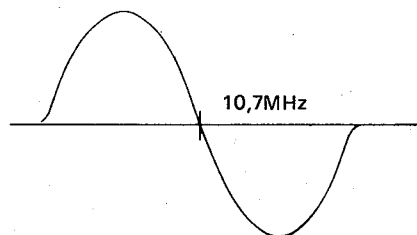

Figure 5
- 7) Tourner le noyau de TA01 pour régler la courbe S. Régler les formes d'ondes de telle sorte qu'elles soient verticalement et horizontalement symétriques et que la linéarité commandée soit celle de la figure 5.